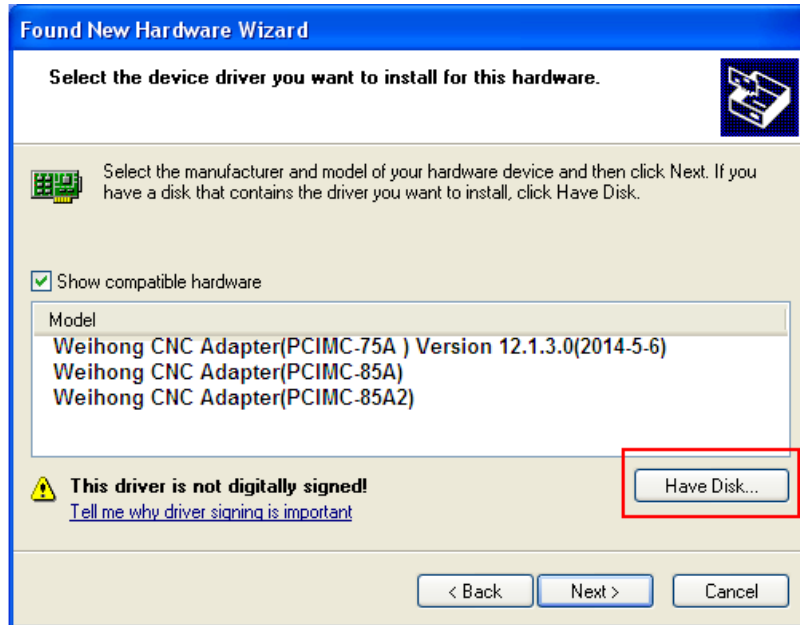

Рис. 1-10 Выбор драйвера вручную
- 4) Появится диалоговое окно с совместимым оборудованием, как показано на рис. 1-10, нажмите [Установить с диска...] кнопку, чтобы открыть следующее диалоговое окно.